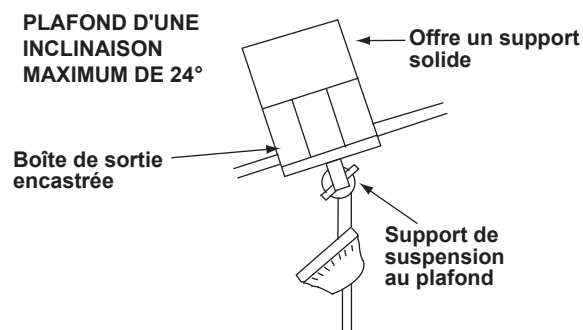

Figure 3
**Remarque :** Il se peut que vous ayez besoin d'une tige de suspension plus longue pour maintenir un dégagement adéquat des pales lors de l'installation sur un plafond ayant une forte inclinaison. (Fig. 3)